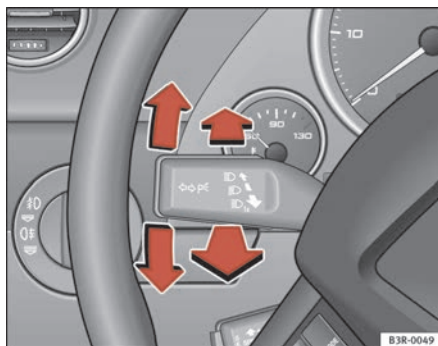

Fig. 91 Palanca de los intermitentes y de la luz de carretera
- Desplace la palanca hacia arriba hasta el tope ⇒ fig. 91 para poner el intermitente de la derecha o bien hacia abajo, para el de la izquierda.